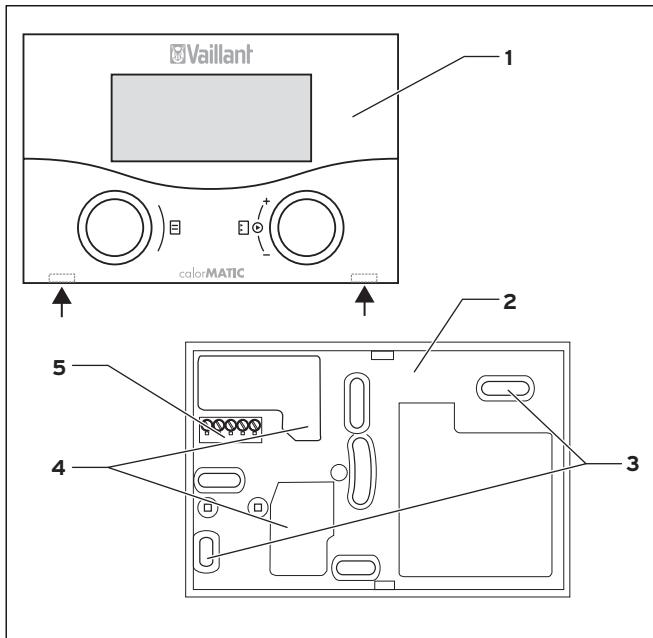

Рис. 4.1 Монтаж calorMATIC 430
- ⇒ Осторожно вставьте регулятор (без настенного цоколя, см. рис. 4.1) штыревым коннектором в предусмотренный для этого штекерный разъем отопительного прибора.
- ⇒ Извлеките регулятор (1) из настенного цоколя (2). Для этого введите отвертку в обе защелкивающиеся накладки (см. стрелки на рис. 4.1).
- ⇒ Просверлите два отверстия соответственно крепежным отверстиям с диаметром 6 мм (3).
- ⇒ Проведите кабель электронной шины через кабельные вводы (4).
- ⇒ Осторожно вдавите регулятор в настенный цоколь, чтобы он защелкнулся. При этом штырьковый коннектор с обратной стороны регулятора должен подходит к штекерному разъему (5) настенного цоколя.